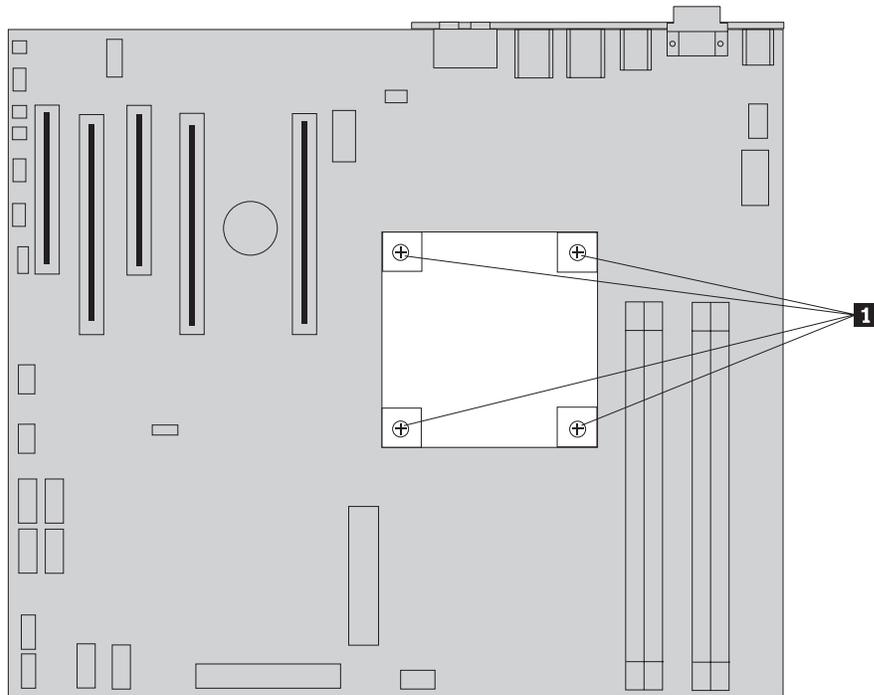

図 18. ヒートシンクの取り外し
3. ヒートシンクをシステム・ボード **1** に固定している 4 本のねじを外して、ヒートシンクをシステム・ボードから取り外します。慎重にヒートシンクを持ち上げて、システム・ボードから離します。図 18 を参照してください。